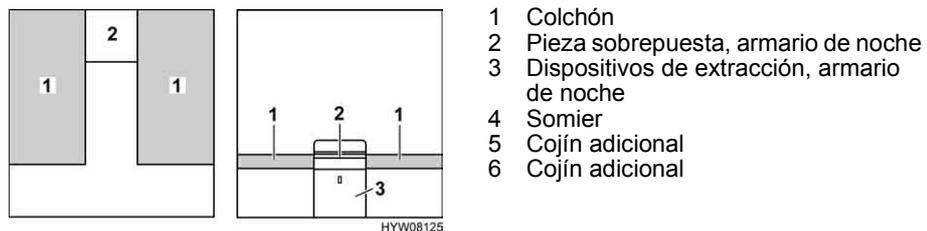

Fig. 90 Antes de la transformación
- Quitar la pieza sobrepuesta del armario de noche (Fig. 90,2) y depositarla a un lado.